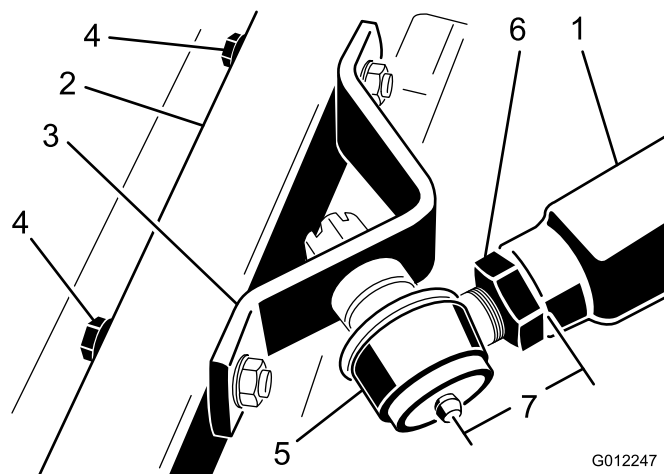

Bild 9
2. Drehen Sie das Kugelgelenk in den rechten Schubarm, bis die Mitte des Kugelgelenks ca. 60 mm von der Vorderseite des Schubarms entfernt ist (Bild 9). Ziehen Sie die Klemmmutter nicht an.
6. Ziehen Sie die große Klemmmutter fest, mit der das Kugellager am Schubarm befestigt ist (Bild 9). Halten Sie das Kugellager gerade, wenn Sie die Klemmmutter anziehen, um eine richtige Oszillation beim Anheben und Absenken des Mähwerks zu ermöglichen. Drücken Sie den Schubarm nach unten und entfernen Sie vorsichtig den Holzblock.